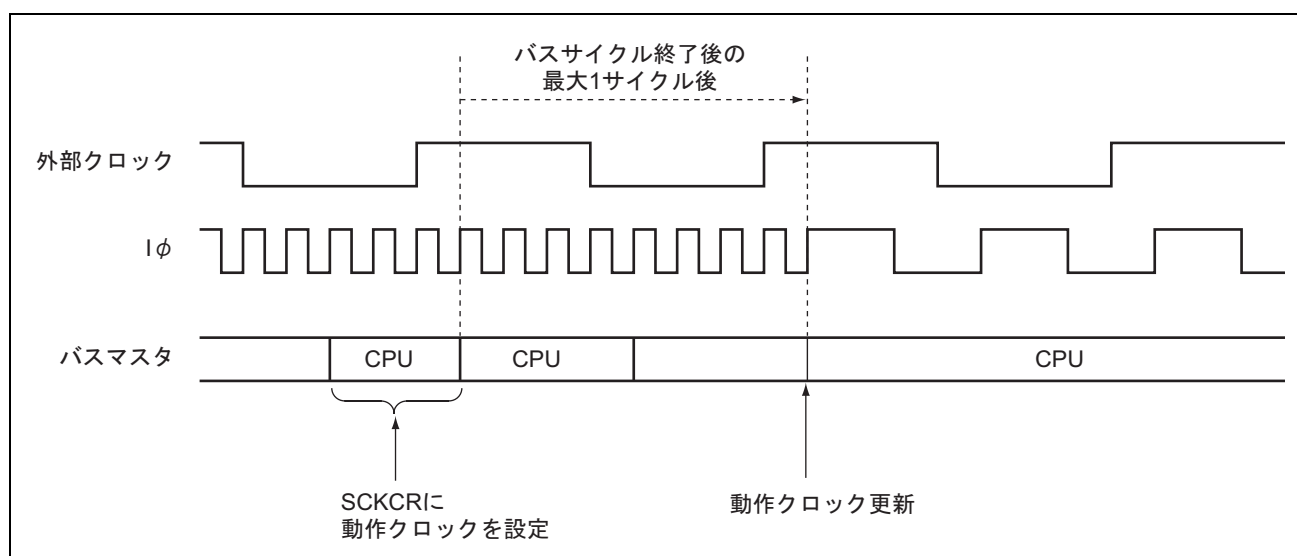

図 17.5 クロック変更タイミング
4. 図17.5にクロック変更タイミングを示します。SCKCRに値をライトした後、現在実行しているバスサイクル終了を待ちます。そのバスサイクル終了後、外部入力クロックに対して最大1サイクル後に各クロックの周波数が変更されます。